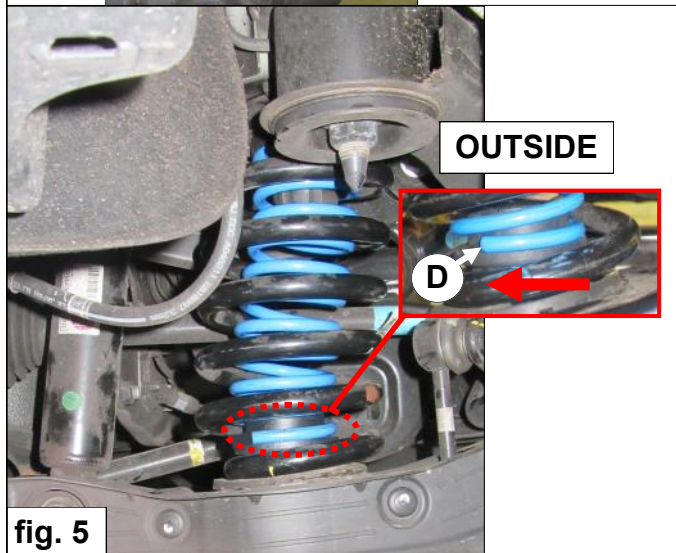

fig. 5
9. Tourner le ressort auxiliaire **C** de sorte que les deux extrémités **D** sont dirigées vers l'extérieur. *Voir fig. 5.*